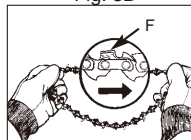

Fig. 3D
7. Instalați lanțul cu marginile tăietoare ale lanțului (F) orientate în DIRECȚIA DE ROTAȚIE (Fig. 3D).